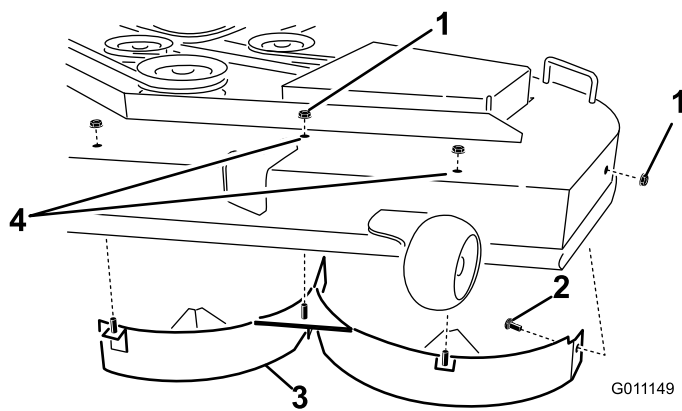

Bild 36
6. Entfernen Sie die drei Sicherungsmuttern (5/16“), mit denen die geschweißten Streben des linken Ablenkblechs oben am Mähwerk in der Mitte, links von der Mitte und in den linken Stellungen befestigt sind (Bild 36). Entfernen Sie die Schlossschraube und die Sicherungsmutter an der Seitenwand des Mähwerks, die das linke Ablenkblech am Mähwerk befestigen.
7. Entfernen Sie das linke Ablenkblech vom Mähwerk, wie in Bild 36 dargestellt.
8. Finden Sie die zwei Schrauben an den losen Teilen und verwenden Sie die vorhandenen Sicherungsmuttern. Setzen Sie die Befestigungen in die Löcher oben am Mähwerk ein, wie in Bild 36 dargestellt, um das Herausschleudern von Grünabfällen zu vermeiden. Setzen Sie die Schrauben durch die Unterseite des Mähwerks ein und verwenden Sie eine vorhandene Sicherungsmutter, um von oben zu sichern.